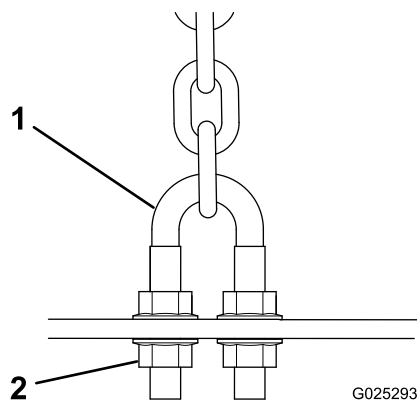
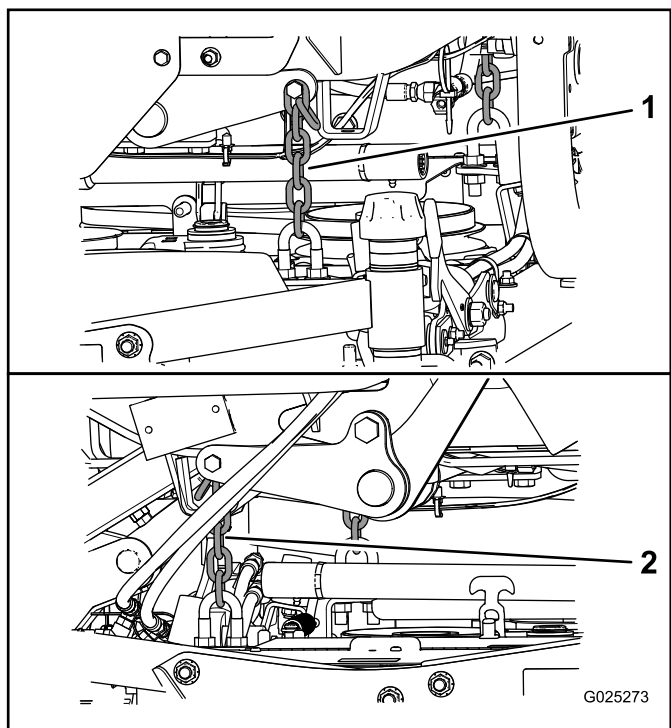

Рисунок 13
Рисунок 14
7. Отрегулируйте контргайки П-образного болта (Рисунок 13) крепления задних цепей деки (Рисунок 14) к деке газонокосилки, чтобы поднять заднюю часть деки так, чтобы шаг ножа был равен 8–11 мм.
дека газонокосилки была расположена горизонтально (Рисунок 14).